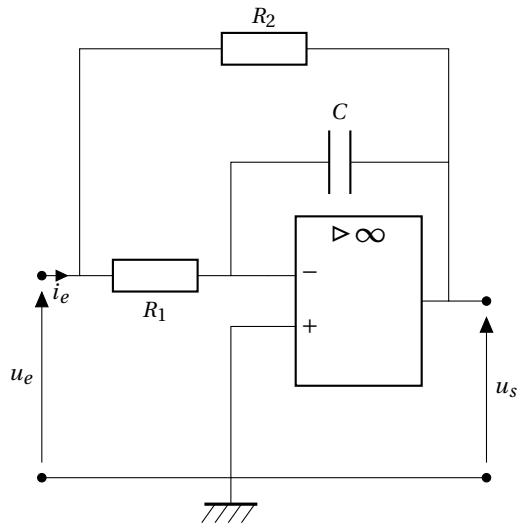

FIGURE 8 – Simulateur d'inductance
Le montage de la figure 8 fait intervenir un condensateur de capacité C et deux résistors de résistances respectives R_1 et R_2 . Ce circuit est équivalent, entre ses deux bornes d'entrée, à une bobine d'inductance L montée en parallèle avec une résistance r .
- Déterminer l'impédance complexe Z_e d'entrée du montage de la figure 8 ($Z_e = \frac{u_e}{i_e}$).